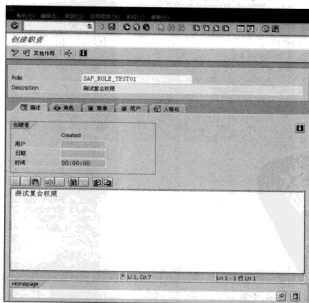

图 4-61 复合角色维护页面
STEP 5 回到“角色维护”界面,在 ROLE 栏中输入要创建的角色名,然后单击“ Create Comp. Ro”按钮,可以创建复合角色,界面如图 4-61 所示。可以看到,复合角色的创建页面与普通角色的创建页面的区别在于:复合角色没有“权限”页,而是多了一个“角色”页。实际上,复合角色是普通角色的一个汇总,即多个普通角色汇总组成一个复合角色。